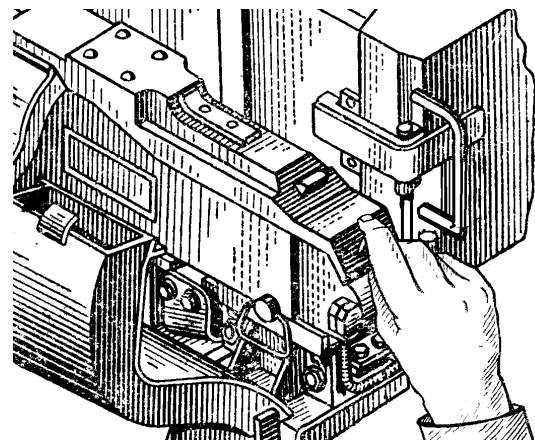

Рис. 41. Натискання важеля ручного спуска кулемету ПКТ
- перевіряє роботу запобіжника та ручного спуска кулемету ПКТ при встановленій на шептало затворній рамі, для цього, не знімаючи кулемет із запобіжника9, натискає на важіль ручного спуска (рис. 41), який розташовано на корпусі електроспуску кулемету ПКТ, при цьому рухливі частини повинні залишитися нерухомими;